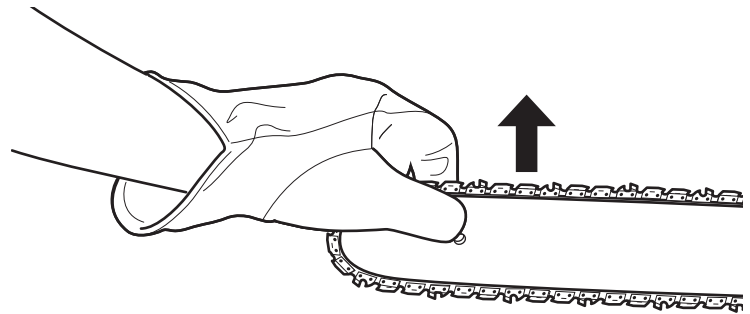
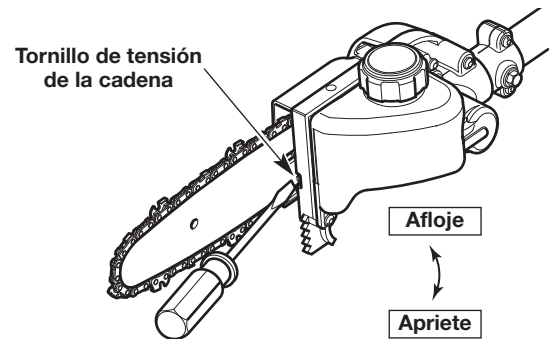

Fig. 14
Fig. 15
2. Sostenga la punta de la barra de guía hacia arriba (Fig. 14) y con un destornillador de cabeza plana gire el tornillo de tensión de la cadena (Fig. 15).